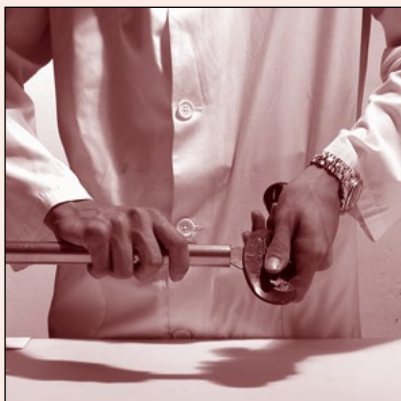

Fig. 22 Sbavatura dell'estremità dei tubi
9.3 Sbavatura delle estremità dei tubi (fig. 22)
9.3 Pipe-end deburring (fig. 22)